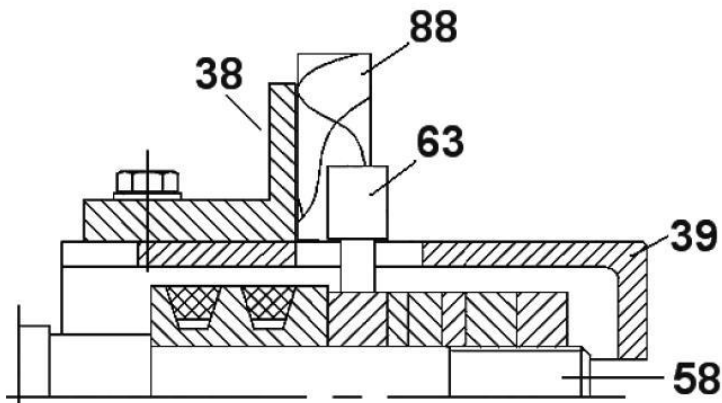

Рис. 30
- Выборка паза, фаски производится насадной фрезой (63) (Рис. 29, 30), установленной и закреплённой на рабочем валу (58) (Рис. 30).
- Глубину строгания регулируйте подъёмом/опусканием распиловочного стола (39) (Рис. 30)
- Скорость подачи заготовки (88) (Рис. 30) обеспечивается ручным усилием оператора. При этом учитывайте ширину и глубину строгания, степень влажности, плотности и однородности древесины.